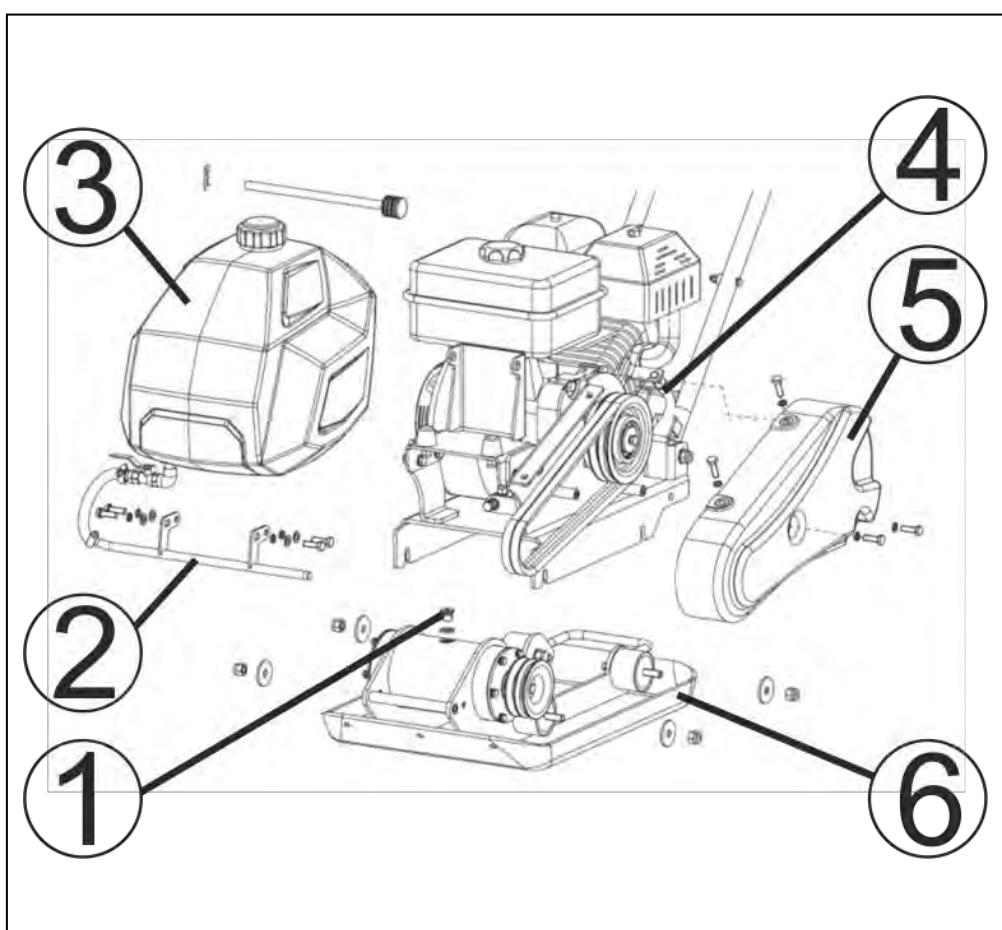

Рис. 26. Снятие ряма с двигателем.
1. Открутить болты крепления и снять кожух (5) защитных ремней (Рис. 26).
2. Открутить болты крепления трубы подачи воды к рабочей плите и снять трубку (2) подачи воды и бак (3) для воды.
3. Ослабить гайки резиновых амортизаторов, соединяющих раму (4) с двигателем и рабочую плиту (6) (Рис. 26).
5. Очистить зону вокруг пробки отверстия для слива масла и открутить пробку (1) отверстия для слива/заправки масла (Рис.26).